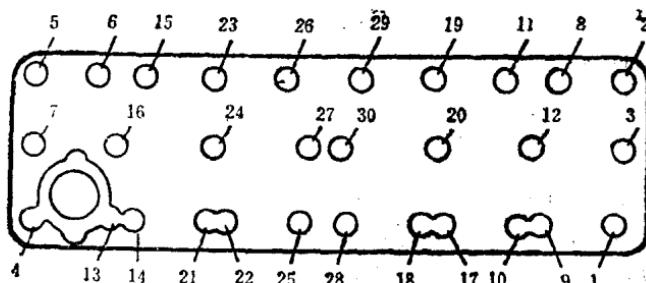

图1—2—1 解放牌CA15气缸盖螺栓松开顺序
- ① 拆下进、排气岐管。
- ② 顶置气门式发动机应先拆下气门室罩。拆下摇臂轴支座紧固螺栓，把摇臂连同摇臂轴一起取下。取出所有推杆。
- ③ 按照规定的顺序从两端向中间交叉、均匀地松开气缸盖螺栓（见图1—2—1）。